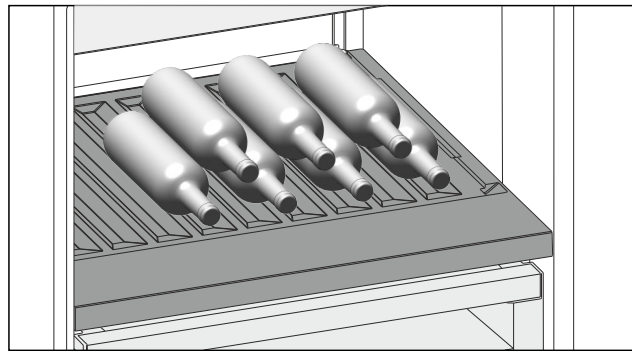

Fig. 152 Примерное изображение
- ▶ Бутылки укладывайте дном к задней стенке. (см. *Fig. 152*)